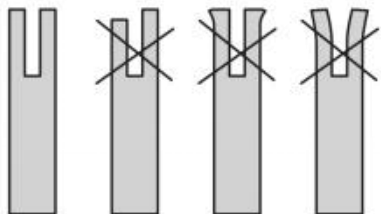

Fig. 72
5. Überprüfen Sie die „Schiene“ der Führungsschiene auf Verschleiß: Halten Sie ein Lineal (gerade Kante) an die Seite der Führungsschiene und die „Schneider-Seitenplatten“. Wenn zwischen dem Lineal und der Führungsschiene ein Spalt vorhanden ist, ist die „Schiene“ der Führungsschiene normal. Wenn kein Spalt vorhanden ist (das Lineal liegt bündig an der Seite der Führungsschiene an), ist die „Schiene“ der Führungsschiene abgenutzt und muss durch eine neue des gleichen Typs ersetzt werden (Abb. 72).